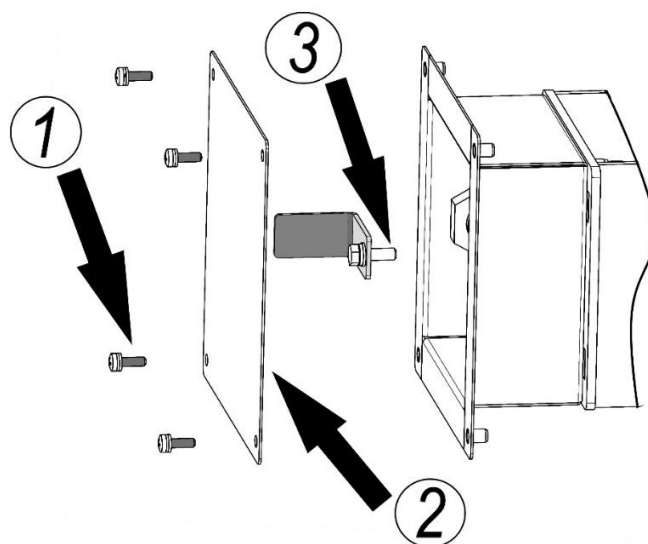

Рисунок 8
- открутить болт М8×25 при помощи гаечного ключа «на 13» и демонтировать скобу (см. рисунок 8).